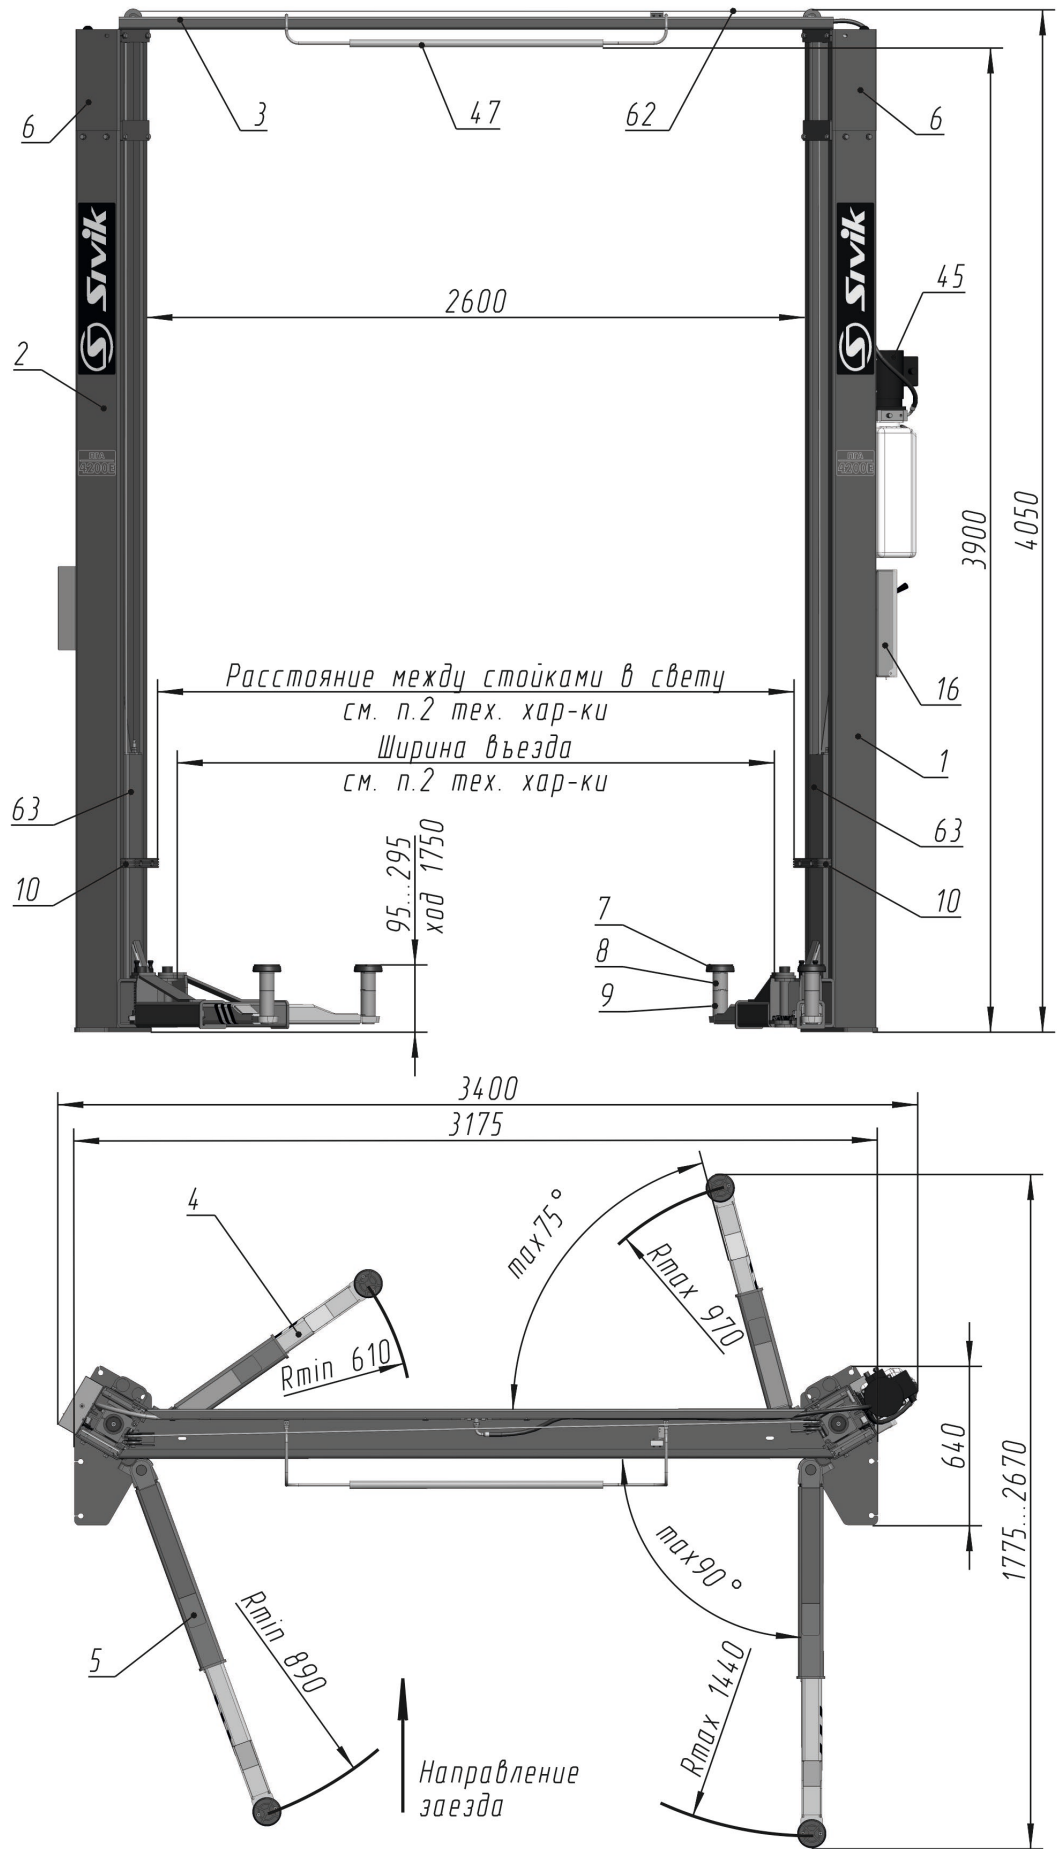
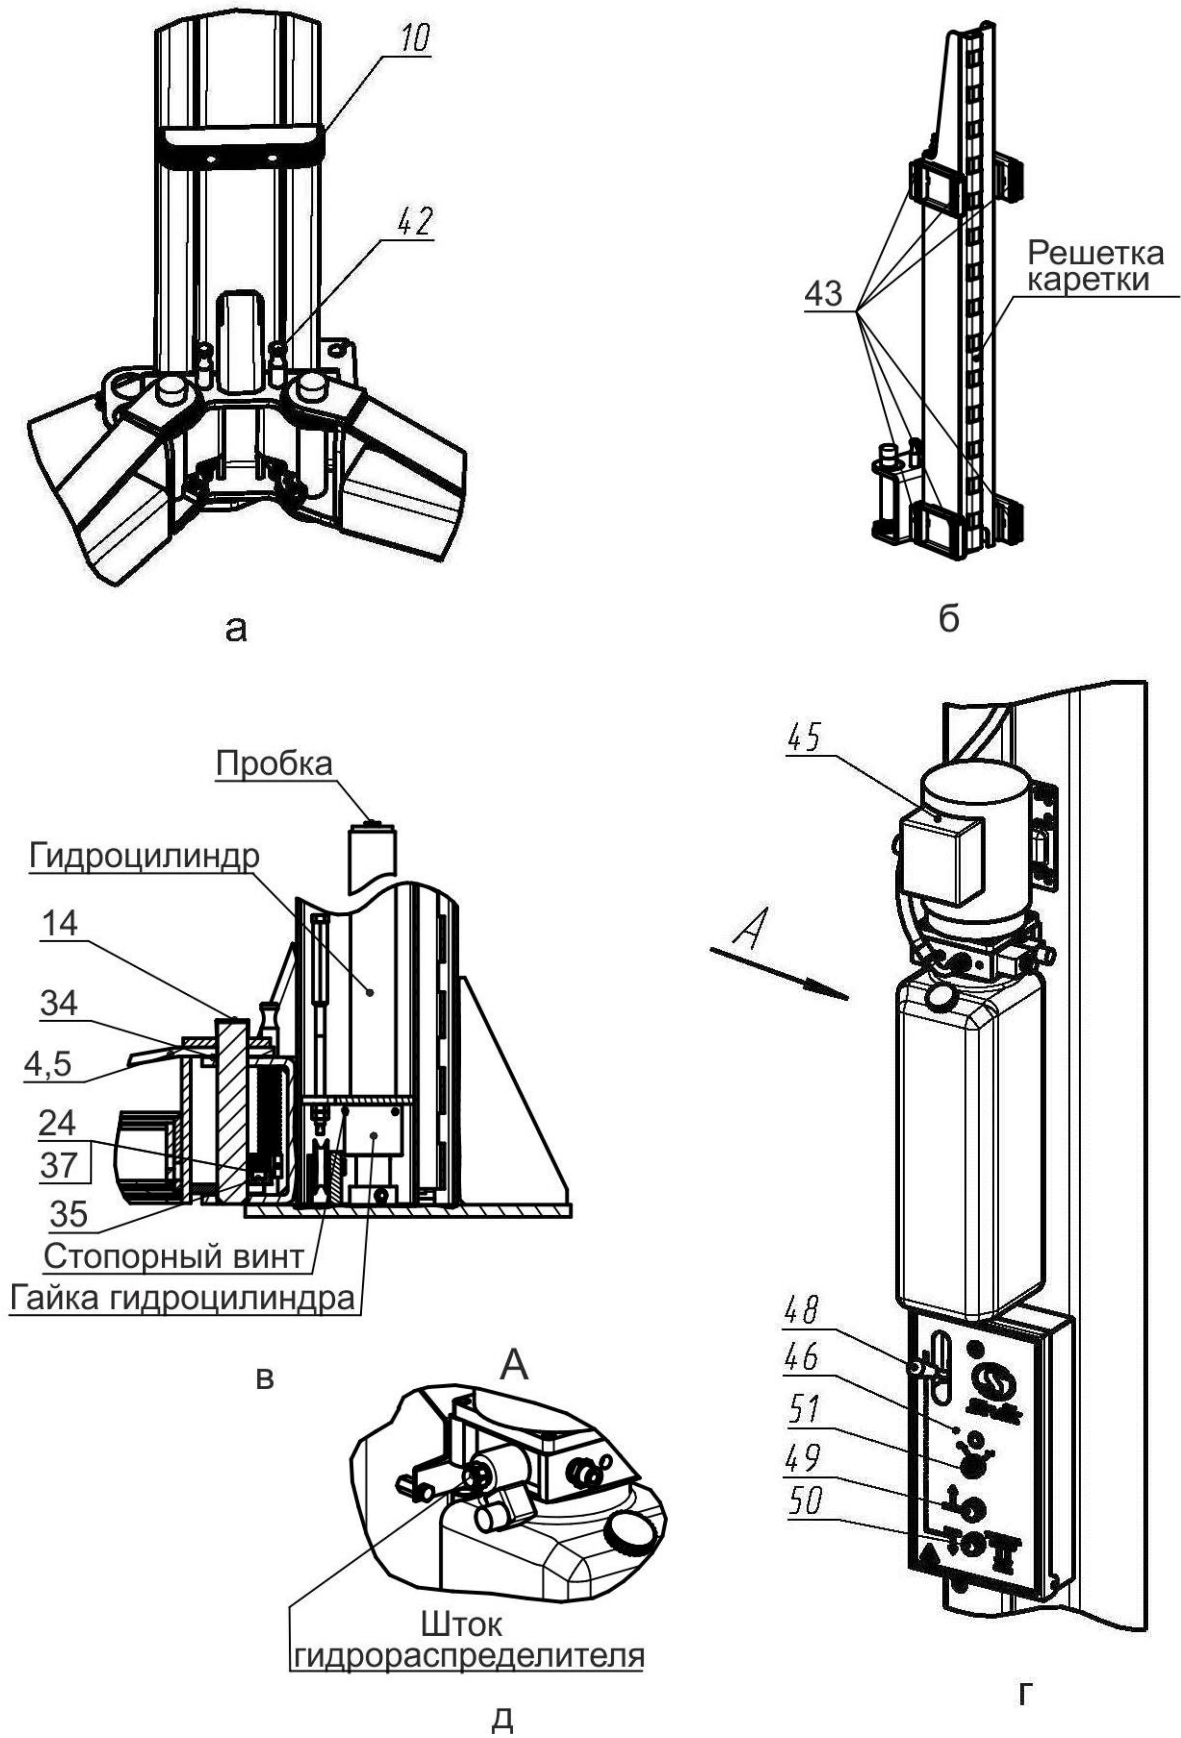

Рисунок 3.1 - Общий вид подъемника
Рисунок 4.1 – Виды подъемника
Подъемник (рисунок 3.1) состоит из двух стоек коробчатого сечения - правой 1 и левой 2, соединенных между собой перекладиной 3. В стойках размещены каретки 63 с закрепленными на них поворотными телескопическими подхватами 4 и 5 разной длины. На концах подхватов 4, 5 установлены опоры 7, подставки опоры 8, 9. Подхваты фиксируются стопорными устройствами 42 (рисунок 4.1 а), автоматически срабатывающими при подъеме автомобиля. При опускании кареток 63 в крайнее нижнее положение происходит автоматическое расстопорение подхватов 4 и 5. Каретки 63 приводятся в движение гидравлическими цилиндрами, установленными внутри стоек. Подъемник снабжен системой 62 тросовой синхронизации движения кареток 63.
Каждая каретка 63 (рисунок 4.1 б) снабжена полиамидными ползунами 43, скользящими по беговым дорожкам стоек 1 и 2. Каретки фиксируются на требуемой высоте стопорами-защелками 44 (рисунок 3.1), закрепленными на стойках 1,2 и входящими в зацепление с решетками на каретках 63.
На правой стойке (рисунок 4.1 г) размещена насосная станция 45 с пультом управления 46. Внутри насосной станции 45 находится клапан предохранительный, предотвращающий перегрузку в гидросистеме. Клапан предохранительный настроен на заданное давление и опломбирован.
- касании автомобилем ограничительной дуги 47 перекладины 3 (рисунок 3.1);
Для предотвращения повреждения дверей автомобиля (при открывании) на каретки 63 установлены накладки 10, фиксируемые винтами М8х30, шайбами 8Г и шайбами 8 (рисунок 3.1 и рисунок 4.1 а).
Управление подъемником осуществляется рычагом 48 (рисунок 4.1 г) и двумя кнопками 49 и 50, установленными в пульте управления 46. Рычагом 48 осуществляется расстопорения кареток 63, а кнопками 49 и 50, подъем (кнопка 49) и опускание (кнопка 50) кареток 63.
ВНИМАНИЕ! Перед сборкой проверить затяжку гаек гидроцилиндров и стопорных винтов (рисунок 4.1 в).
Для того чтобы проверить срабатывание упругой тяги 55, необходимо одному человеку прижать рукой защелку 44 к стойке 2, а другому повернуть рычаг 48 (рисунок 4.1 г) на себя. Упругая тяга 55 должна вытянуться на полный ход штока.
При повороте рычага 48 (рисунок 4.1 г) защелки на левой и правой стойки должны срабатывать одновременно. При отпуске рычага 48, защелки на левой и правой стойке должны вернуться в исходное положение. Регулировка проводится выборкой слабины тросика 52 и обжатием петли от вытягивания зажимом 13.
6.9 Открутить пробку бака насосной станции 45 и залить масло (около 12 л) до верхней метки «МАХ» (рисунок 4.1 г). Уровень масла контролировать визуально. Установить пробку бака на место.
- кратковременным нажатием на кнопку 49 (двигатель должен работать, вращение крыльчатки по стрелке на кожухе эл. двигателя, а из бака должно убывать масло, рисунок 4.1 г).
- отвернуть пробки у каждого гидроцилиндра на один оборот (рисунок 4.1в)